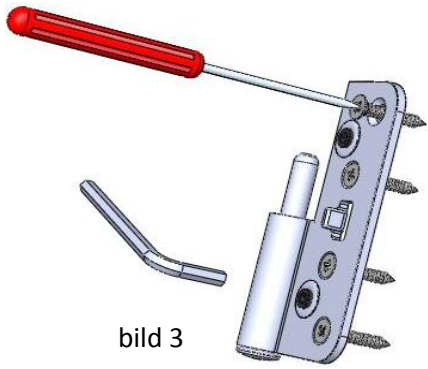

bild 3
- 10.) Slutbleck och gångjärn justeras så att dörrbladet sluter tätt och bildar en jämn springa mellan karm och dörrblad runt om. (bild 3, 4, 5)